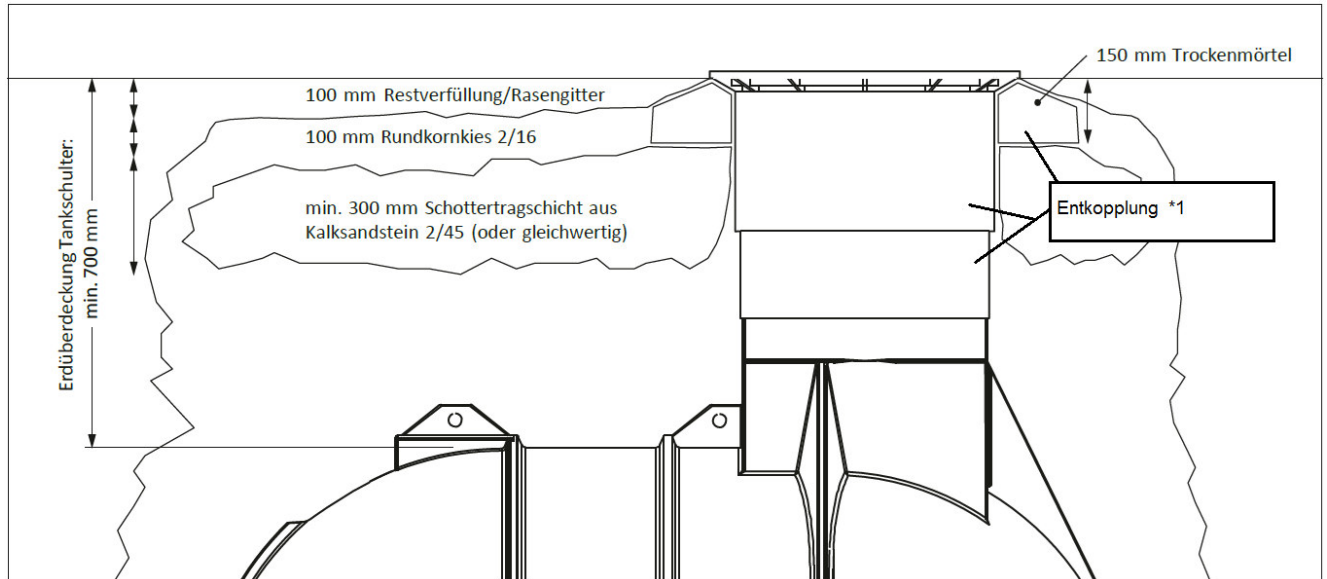

Abbildung 5: Bauseitige Herstellung eines befahrbaren Überbaus mit Teleskopdom
Der Erdtank ist für Verkehrsflächen der Klasse A nach EN 124 vorgesehen (Radfahrer, Fußgänger) und unter Einhaltung spezieller Einbaumaßnahmen PKW-befahrbar: **PKW-befahrbarer Teleskopdom ZZ.TB.0003**, belastbar bis 600 kg Radlast (niedrige Geschwindigkeit überfahrbar, Mindesterdüberdeckung der Tankschulter (Hü) = 700 mm ==> siehe Abbildung 5).
- Ergänzend zur Schottertragschicht wird **unterhalb des Rahmens des Teleskopdoms** eine ca. 150 mm hohe Unterfütterung aus Trockenmörtel (Fertigmischung aus dem Baumarkt) aufgebracht. Diese Schicht muss umlaufend min. 200 mm breit sein und ist direkt am Teleskopdom auszuführen. **Entkopplung \*1 Abbildung 5**
In ==> Abbildung 5 sind die verschiedenen Schichten am Beispiel eines Smart 3300 L Erdtanks dargestellt.